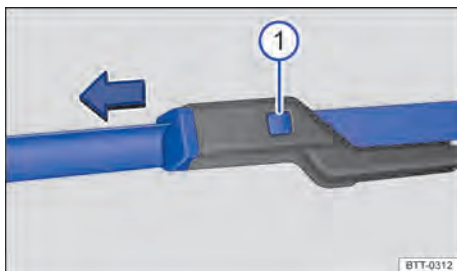

Fig. 178 Substituir as palhetas dos limpadores do para-brisa.
- Manter o botão de destravamento → Fig. 178 ① pressionado e, ao mesmo tempo, retirar a palheta do limpador do para-brisa no sentido da seta.